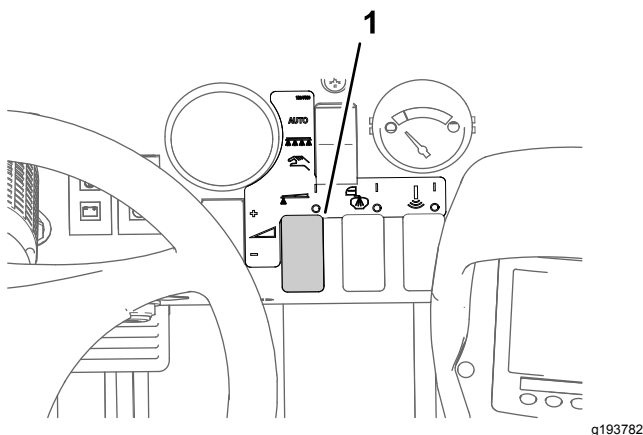

Bild 39
8. Stellen Sie mit dem Dosierungsschalter den gewünschten Sprühdruck ein, wie in der Düsenauswahlanleitung angegeben, die mit dem Sprühfahrzeug geliefert wurde (Bild 39).